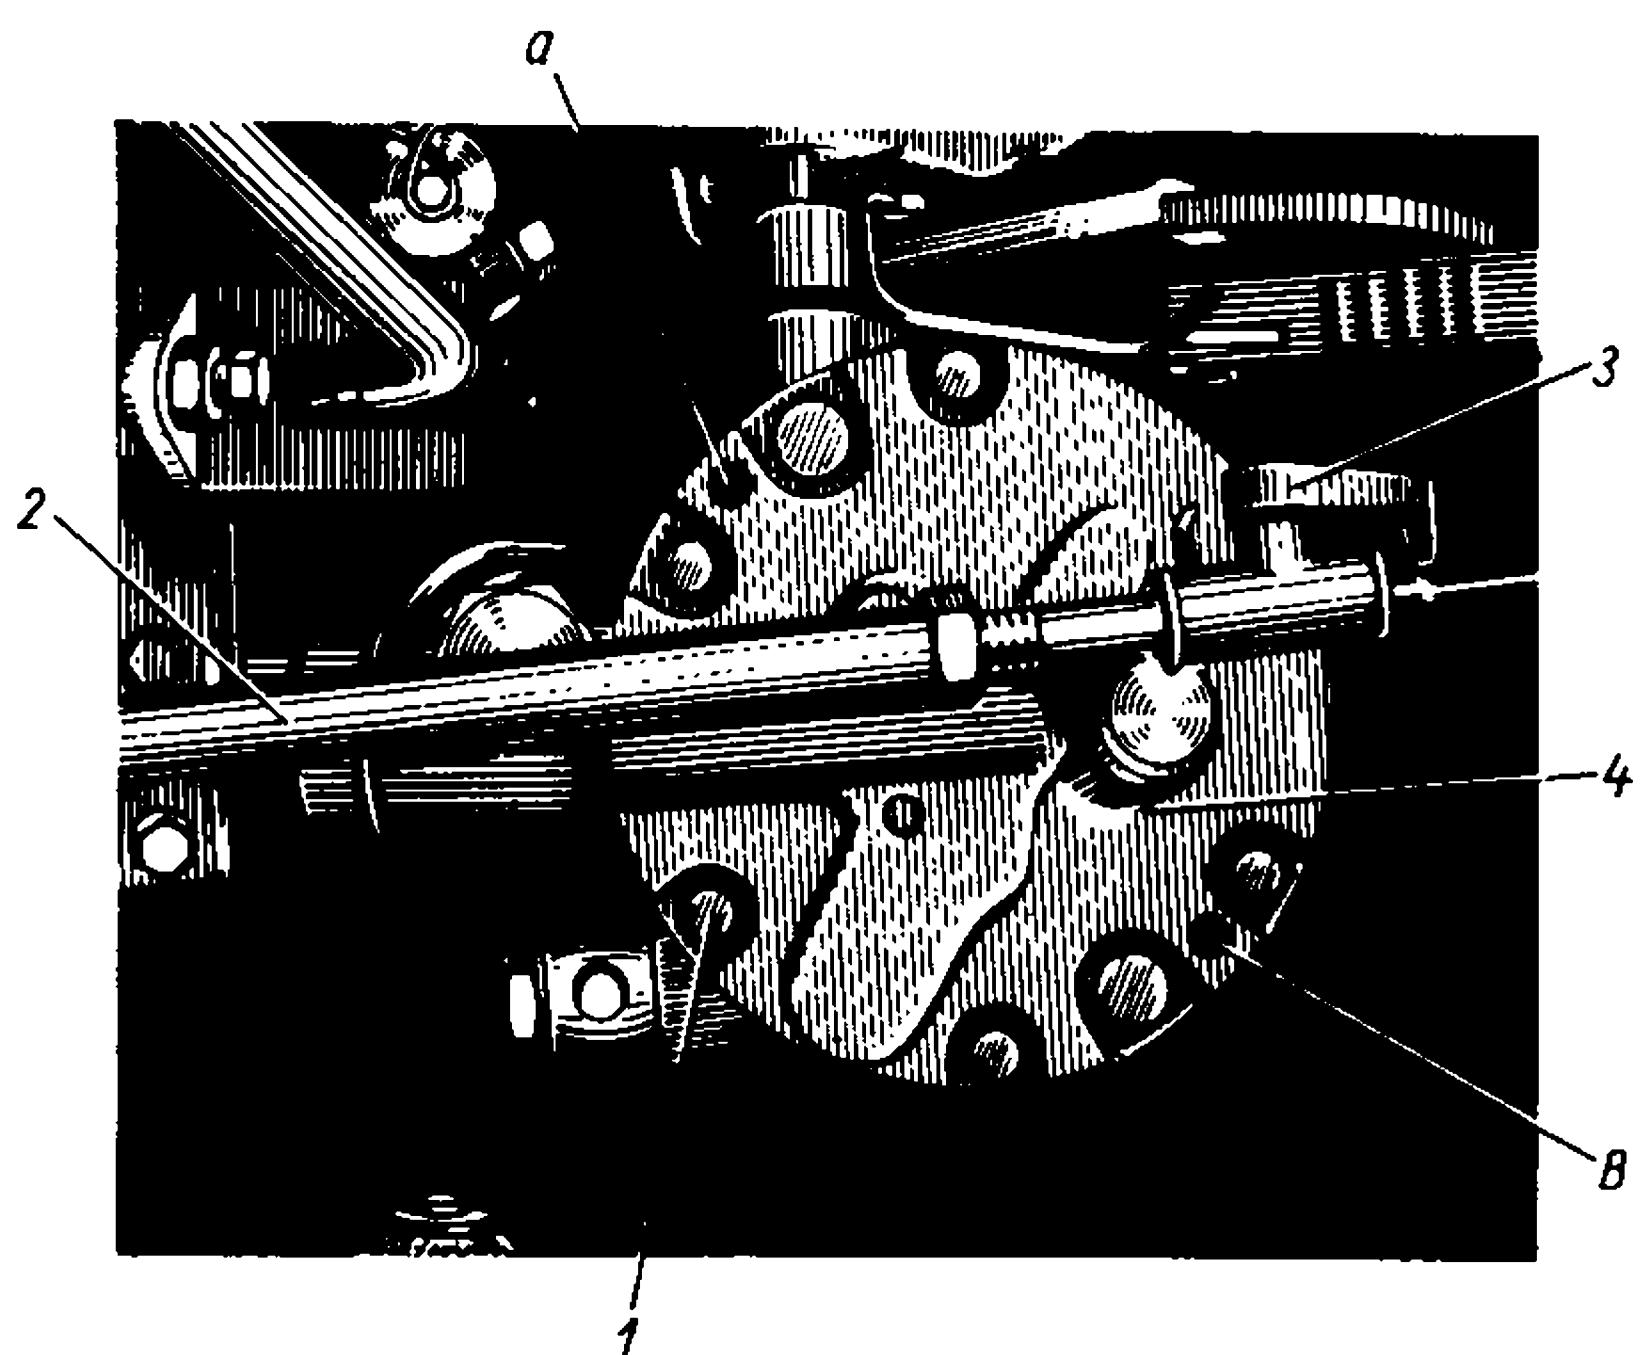

Рис. 91. Вывертывание пробки из наконечника тяги
- выверните пробку из наконечника тяги 2 (рис. 91) и выведите тягу из зацепления с рычагом 3 педали слива;